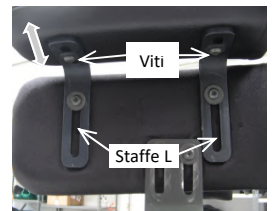

fig. 17.2: Regolazione in larghezza
• **Regolazione in larghezza** (fig. 17.2)